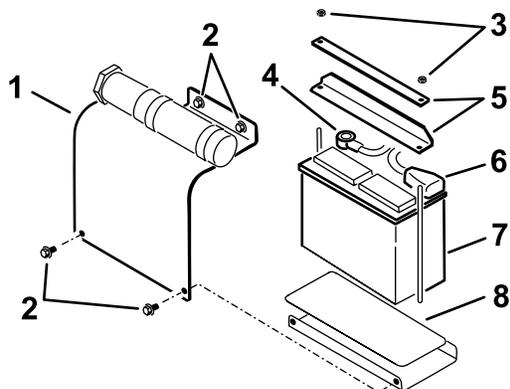

Рисунок 35
3. Снимите крышку аккумулятора (Рисунок 35)
4. Снимите барашковые гайки и планки крепления аккумулятора (Рисунок 35).
5. Отсоедините отрицательный (черный) кабель от отрицательного (-) штыря аккумулятора (Рисунок 35).
6. Отсоедините положительный (красный) кабель от положительного (+) штыря аккумулятора (Рисунок 35).
- Установите аккумулятор на платформу (Рисунок 35).
- Прикрепите аккумулятор к шасси снятыми ранее планками и гайками (Рисунок 35).
- Используя ранее снятые крепежные детали, подсоедините положительный (красный) кабель к положительному (+) штырю аккумулятора (Рисунок 35).
- Используя ранее снятые крепежные детали, подсоедините отрицательный (черный) кабель к отрицательному (-) штырю аккумулятора (Рисунок 35).
- Установите крышку аккумулятора (Рисунок 35).